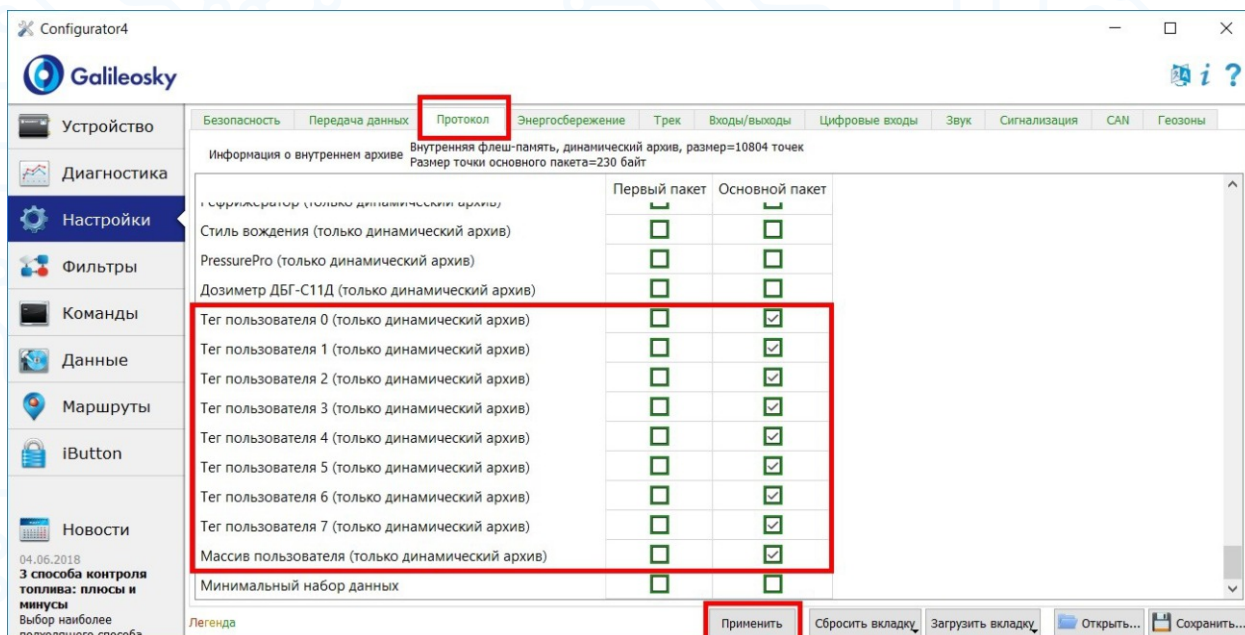

Рисунок 5
- Настройте основной пакет (рисунок 5).